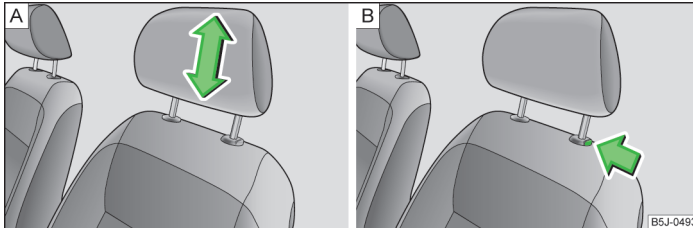

Abb. 43 Kopfstütze: Einstellen / Ausbauen
- Die Kopfstütze seitlich mit beiden Händen anfassen und diese je nach Wunsch nach oben schieben » Abb. 43 - .
- Möchte man die Kopfstütze nach unten verschieben, dann die Sicherungstaste » Abb. 43 - mit einer Hand drücken und gedrückt halten, und mit der anderen Hand die Kopfstütze nach unten drücken.
- Die Sicherungstaste in Pfeilrichtung drücken » Abb. 43 - und die Kopfstütze herausziehen.